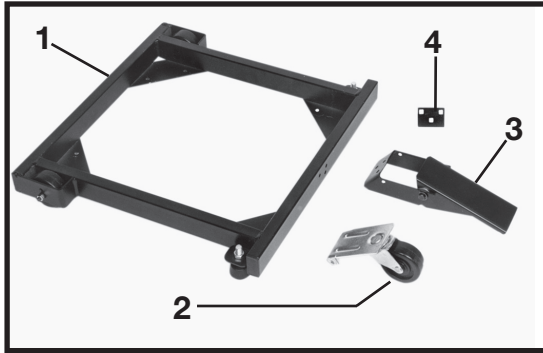
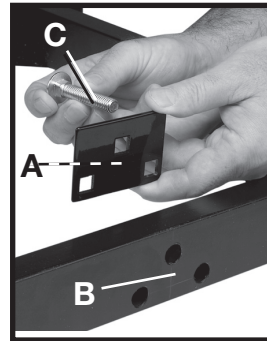
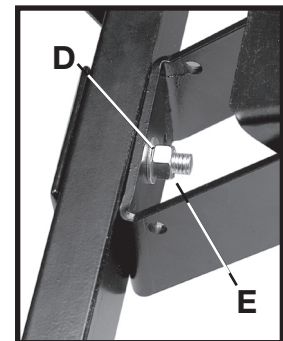

Fig. 1
Fig. 3
Fig. 4
1. Alinee los tres orificios en la placa de soporte (A) Fig. 3 con los tres orificios (B) de la base móvil y el montaje de palanca para pie (3) Fig. 1. Inserte un perno de cabeza de hongo de 3/8-16 x 2" (C) Fig. 3, a través de la placa de soporte, la base móvil y el montaje de palanca para pie. Coloque una arandela plana de 3/8" (D) Fig. 4 en un perno y ajuste con una tuerca hexagonal de 3/8-16 (E). Repita este proceso para los dos orificios restantes en la placa de soporte, la base móvil y el montaje de palanca para pie.